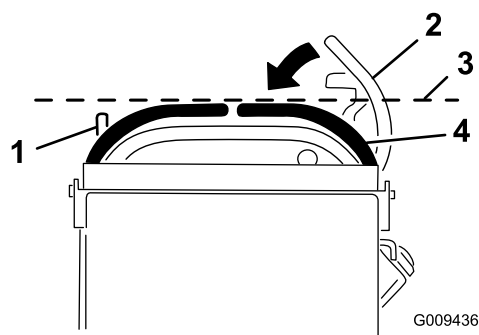

Figura 73
3. Empurre para baixo as alavancas de controlo do movimento, para fora da posição de BLOQUEIO EM PONTO MORTO (Figura 73).
4. Verifique se a alavanca de controlo de movimento do lado direito alinha horizontalmente com a alavanca de controlo de movimento do lado esquerdo (Figura 73).